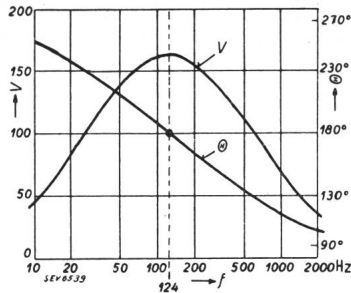

Fig. 4.
auch direkt mit den Frequenzen rechnen, wofür man setzt: $\tan \Theta = 0,276 (f_0/f - f/f_0)$. Mit den so gefundenen Werten von $\tan \Theta$ geht man auf die vertikale Skala des Kreisdiagramms ein und erhält die zugehörige Verstärkung V ; oder man zeichnet im Abstand $A = 1/0,276 = 3,62$ Einheiten des Kreisdurchmessers den vertikalen Strich, um den Maßstab f/f_0 direkt im Diagramm zu erhalten. Für die Berechnung der in Fig. 4 dargestellten Frequenzkurven wurden mit Hilfe von Formel (4) und dem Rechenschieber einige Punkte ausgewertet. Welche Me-